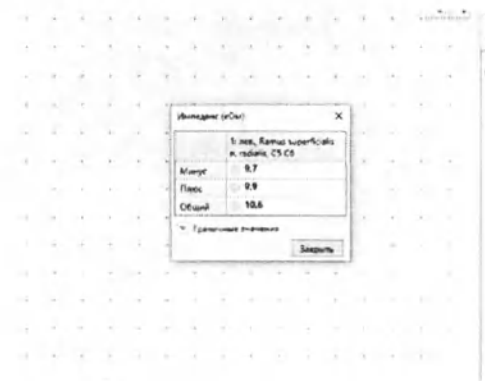

Рис. 64. Измерение импеданса
- После установки электродов проверьте качество их наложения. Для этого нажмите кнопку «Z» на функциональной клавиатуре. На экране появится окно измерения импеданса. Все индикаторы должны быть подсвечены зеленым (рис. 64).